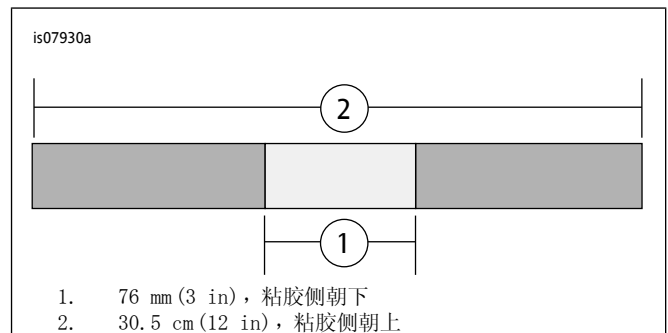

图1. 形成无粘性区域
7. 参见图1。准备下列规格的遮蔽胶带。剪切(2) 30.5 cm (12 in) 和76 mm (3 in) 遮蔽胶带条。将76 mm (3 in) 胶带条粘到30.5 cm (12 in) 胶带条中央，粘胶面对粘胶面，形成无粘性区域。